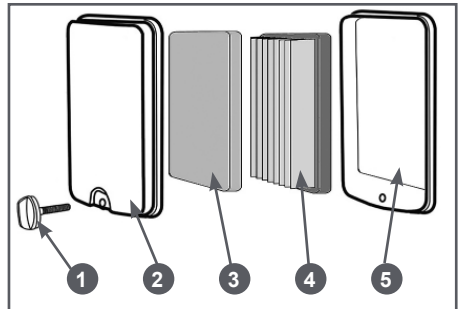

Рис. 9 Установка воздушного фильтра PC5332F
- Убедитесь, что поролоновый фильтрующий элемент 3 вставлен в крышку 2 воздушного фильтра (Рис. 9).
- Установите бумажный фильтрующий элемент 4 в опору 5 воздушного фильтра, как показано на Рис. 9.
- Установите крышку 2 воздушного фильтра на опору 5 и закрепите ее винтом 1 крепления (Рис. 9).